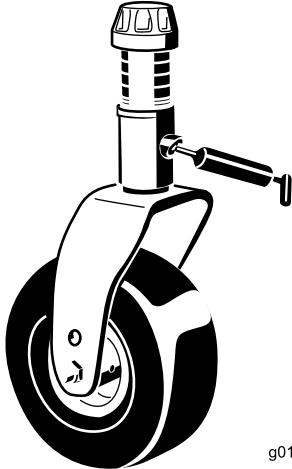

Figure 17
2. Graissez les bagues des bras pivotants (Figure 17).